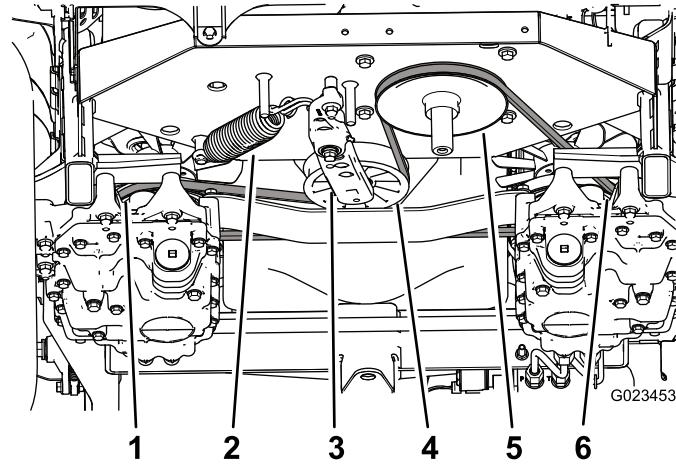

Figure 56
3. Insérez un rochet dans le trou carré du bras tendeur pour compenser l'action du ressort de tension (Figure 56), et déchaussez la courroie de la poulie de tension.
4. Décrochez le ressort de tension du bras tendeur et du cadre (Figure 56).
9. Montez le ressort sur le bras tendeur et le cadre (Figure 56).